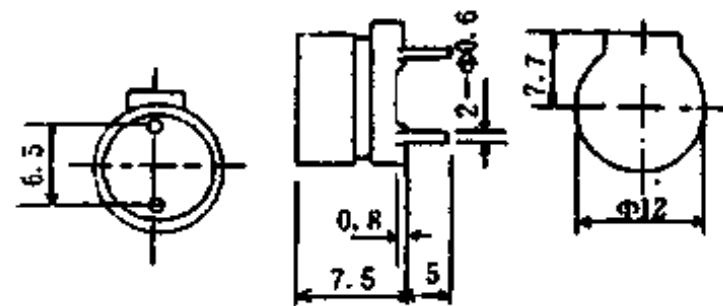

图 2-21 HC12-04 外形安装图
7. HC12-04型,体积 $\Phi 12 \times 7.5h$ ,重量 $< 2g$ ,工作电流 $\leq 70mA$ ,直流电阻分 $6.5\Omega$ 、 $42\Omega$ ,工作频率 $2731Hz$ 。声压 $\geq 85dB$ 。底部不胶封,不带音源。该产品应用于传呼机。外型尺寸如图2-21所示。